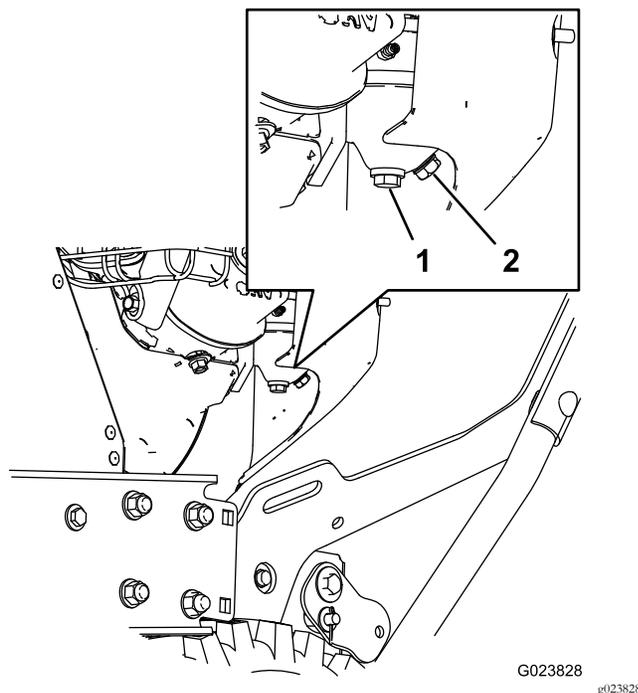

Figura 28
- Individuate il bullone di spurgo situato sul foro laterale della vaschetta del carburatore (Figura 28).